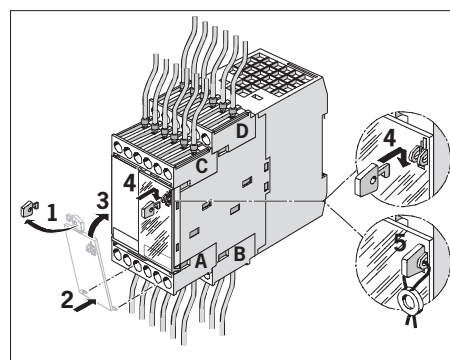

Fig. 3: Installazione ed apposizione dei sigilli della lastra di protezione
⚠ Durante l'impiego è necessario montare la lastra di protezione allegata contro i disturbi elettrostatici (vedi Fig. 3).
▶ Applicazione e piombatura della calotta di protezione (vedere Fig. 3).